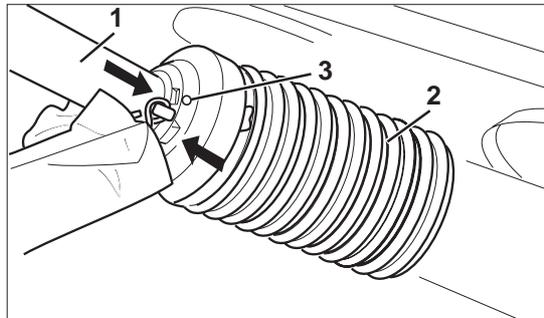

Fig. 5.4b
- Emboîtez le demi-tube protecteur (fig. 5.4b/1) et faites pivoter le bol de protection (fig. 5.4b/2) en position de montage.
- Vissez à fond la vis d'arrêt (fig. 5.4b/3).